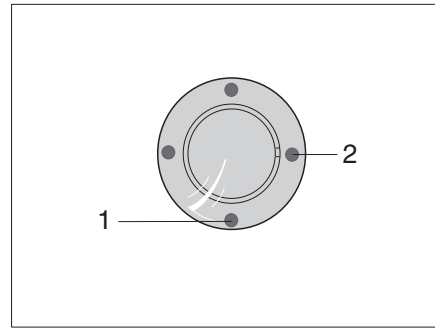
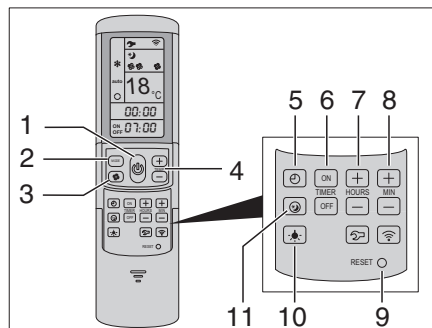

Fig. 307 Receptor IR/Indicación de la función
Fig. 308 Mando a distancia
La instalación de aire acondicionado está colocada en el techo del vehículo. El mando a distancia (Fig. 308) de la instalación de aire acondicionado está en la zona de la cocina.
- Conectar el vehículo a la alimentación de 230 V. La instalación de aire acondicionado está lista para el funcionamiento. El LED azul (Fig. 307,1) se enciende.
- Para conectar pulsar la tecla (Fig. 308,1) en el mando a distancia. El LED azul (Fig. 307,1) parpadea.
- Ajustar con la tecla MODE (Fig. 308,2) el modo de funcionamiento deseado.
- Si es necesario, ajustar con la tecla (Fig. 308,3) el nivel deseado del ventilador y con las teclas (Fig. 308,4) la temperatura ambiente.
Una vez alcanzada la temperatura ajustada en mando a distancia, el LED azul (Fig. 307,1) se apaga, el compresor se apaga y el ventilador de circulación de aire continúa funcionando.
- Para la desconexión pulsar de nuevo la tecla (Fig. 308,1) en el mando a distancia.
- Para la programación, encender la instalación de aire acondicionado con la tecla (Fig. 308,1) en el mando a distancia.
- Con la tecla (Fig. 308,2) ajustar el modo de funcionamiento deseado y con las teclas (Fig. 308,4) la temperatura ambiente.
- Con las teclas (Fig. 308,6) seleccionar la función deseada:
- Con las teclas (Fig. 308,7 y 8) seleccionar la hora de conexión deseada (15 minutos hasta 24 horas).
- Confirmar el ajuste con "ON" o "OFF" (Fig. 308,6).